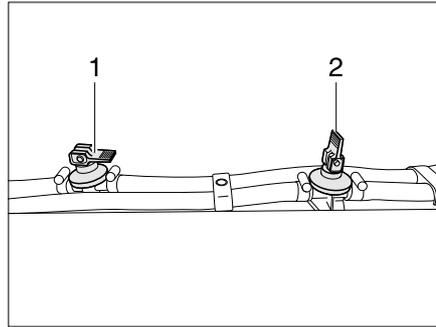

Bild 345 Ablasshahn
- Alle Ablasshähne öffnen. Dazu den Kipphebel (im Bild 345,2) senkrecht stellen.